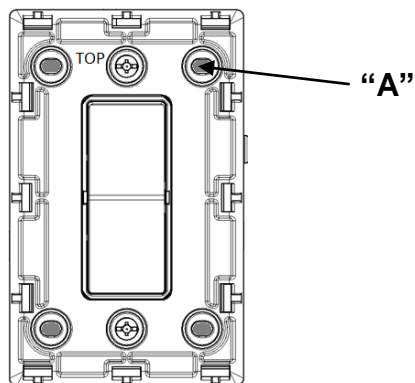

Fig. 1
- ◆ For mounting to a single gang box with (2) center screws only, skip this step and go to step 3.
- ◆ For mounting to a FS or FD weatherproof box, Punch to open the holes "A" in (4) corners. (see Fig.1)
- ◆ Pour le montage dans une boîte simple avec (2) vis centrales seulement, sauter cette étape et aller à l'étape 3.
- ◆ Pour le montage dans une boîte FS ou FD à l'épreuve des intempéries, perforez les trous "A" dans les (4) coins. (Consulter la Fig. 1)